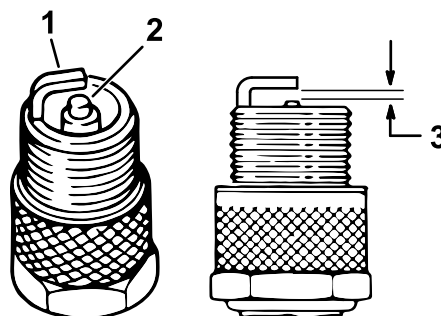

Figura 40
4. Controllate le condizioni degli elettrodi laterale e centrale, e dell'isolatore dell'elettrodo centrale, per accertare che non siano danneggiati (Figura 40).
5. Impostate la distanza tra il centro e il lato degli elettrodi a **1 mm per i modelli EFI o 0,76 mm per i modelli con carburatore**, come illustrato nella Figura 40.